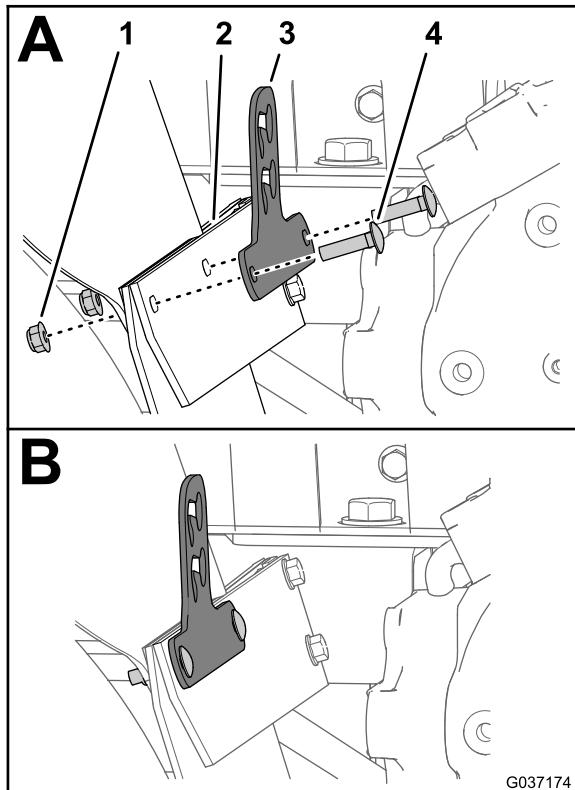

Figura 12
- Montate la staffa della valvola, la barra del paraurti, il paraspruzzi e il paraurti (Figura 12) con i 2 bulloni a testa tonda (5/16" x 1 1/4") e i 2 dadi di bloccaggio flangiati (5/16").